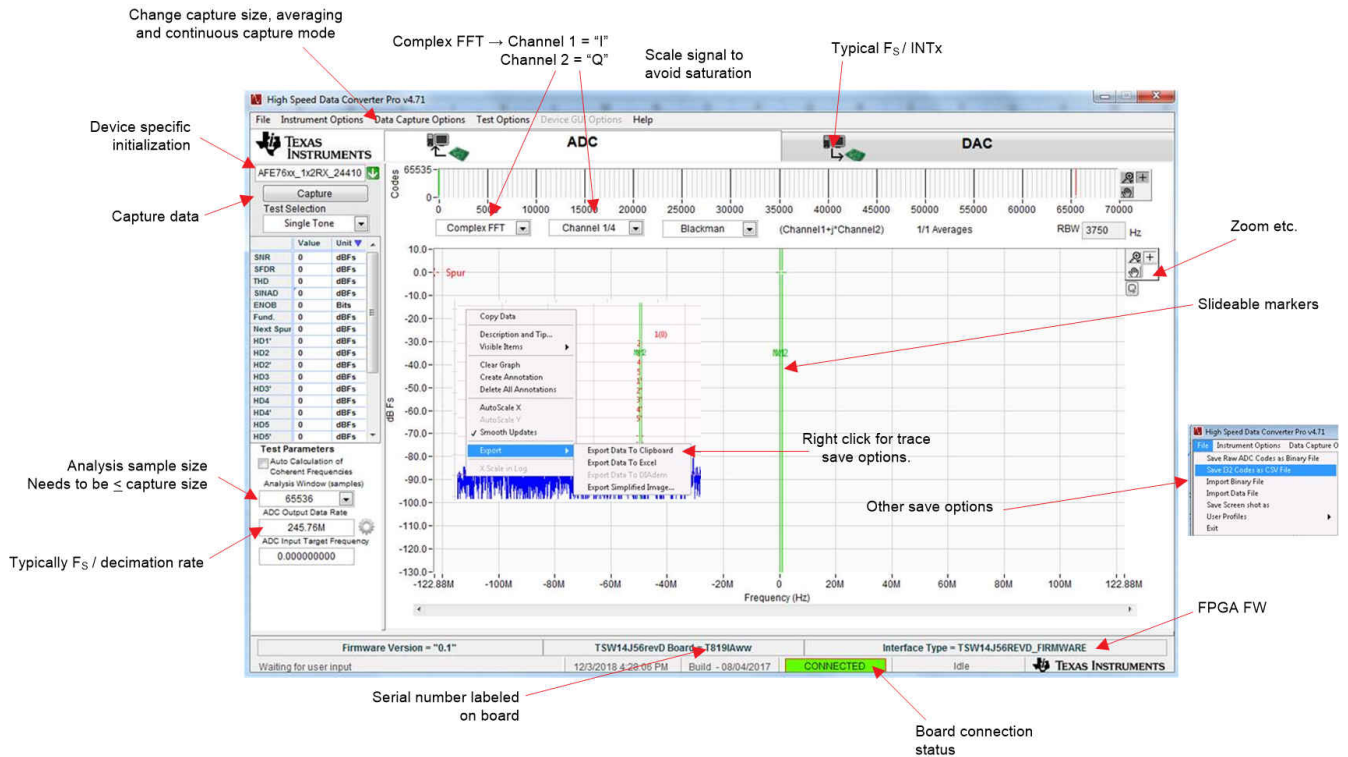

图 7-5. HSDC Pro ADC 选项卡概览
1. 点击 HSDC Pro ADC 选项卡。图 7-5 简要描述了“ADC”选项卡。